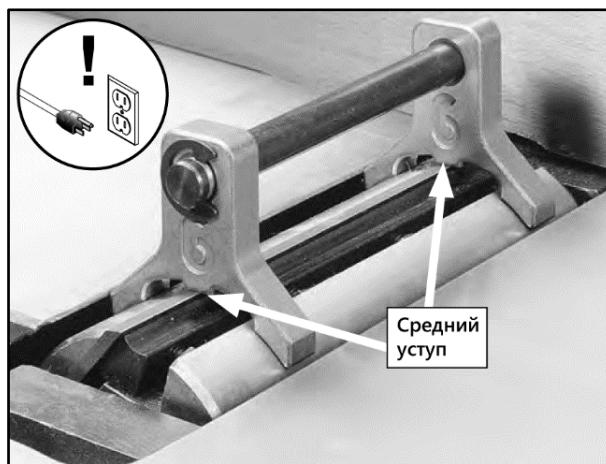
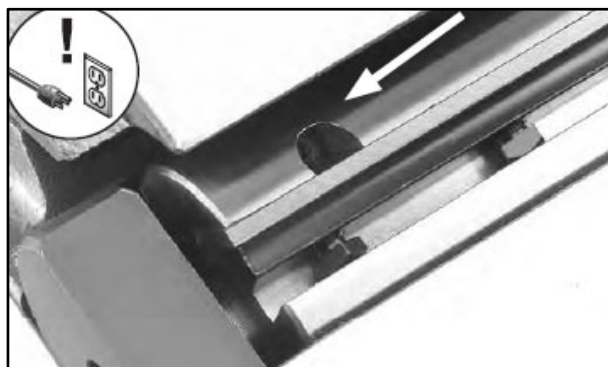

Рисунок 39.
Рисунок 41.
- Расположите устройство для установки ножей на строгальный вал, прямо на нож (рис. 39).
- Расположите устройство для установки ножей над ножом (рис. 39).
- При помощи шестигранника 2,5 мм, вращайте регулировочные винты (рис. 41), чтобы поднять или опустить нож. Когда нож установлен правильно, он будет слегка касаться уступов устройства для установки ножа (рис. 39). Закрутите болты клиньев с усилием достаточным, чтобы удерживать лезвия на месте. Установите остальные ножи аналогичным образом.